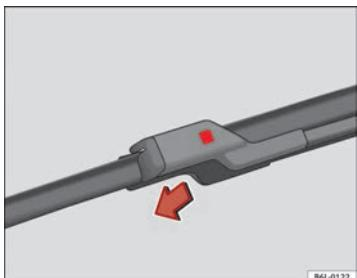

Fig. 130 Cambio escobilla limpiaparabrisas
- Oprima el botón de seguridad ⇒ fig. 130.